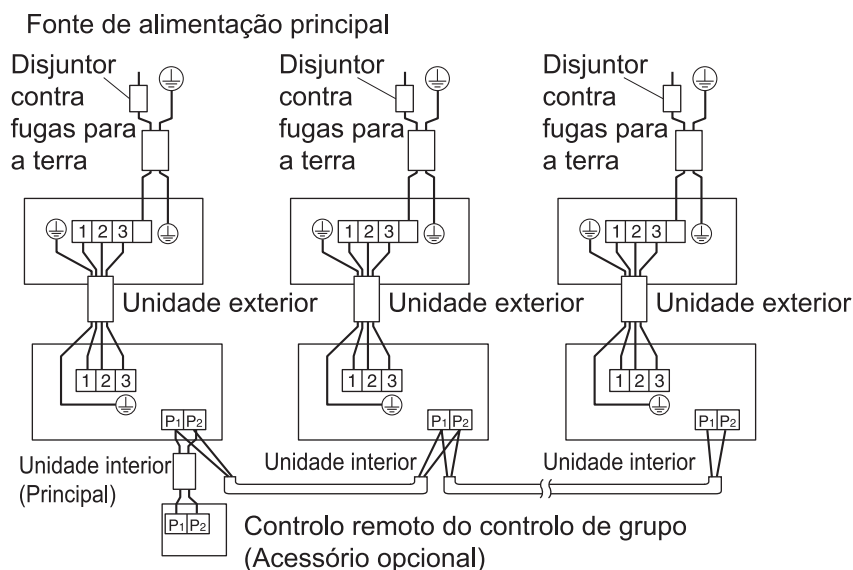

Fig. 35
- **Controlo de grupo:** 1 controlo remoto controla até 16 unidades interiores (Todas as unidades interiores operam de acordo com o controlo remoto). (Consulte a Fig. 35)
- (1) **Retire a tampa da caixa de controlo.** (Consulte "9. COMO LIGAR OS FIOS E EXEMPLO DE LIGAÇÃO".)
- (2) Disponha de forma cruzada entre os terminais (P1, P2) no interior da caixa de controlo para o controlo remoto. (Não existe polaridade.) **(Consulte a Fig. 35 e a Tabela 3)**